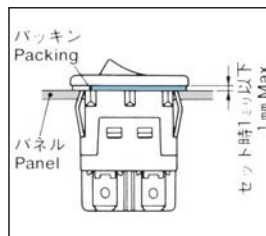

Fig.2.
- (2) スイッチをパネルへ取付けたとき、セット時でパッキン厚が1ミリ以下になるように取付けてください。(Fig.2.参照)
- (2) Mount the switch on the panel so that the thickness of packing is 1 mm or below. (See Fig. 2.)